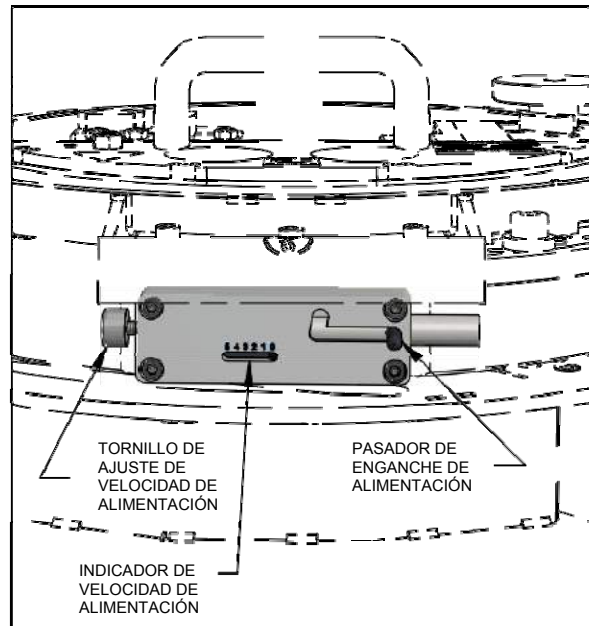

FIGURA 4-5. CONTROLES DE ENGANCHE DE ALIMENTACIÓN Y AJUSTE DE VELOCIDAD DE ALIMENTACIÓN (SE MUESTRA EN FF1200)
4. Enganche la alimentación en la unidad de tracción giratoria (RDU) (Figura 4-5).
1. Desconecte la alimentación (Figura 4-5).
1. Desenganche la alimentación (consulte la Figura 4-5).